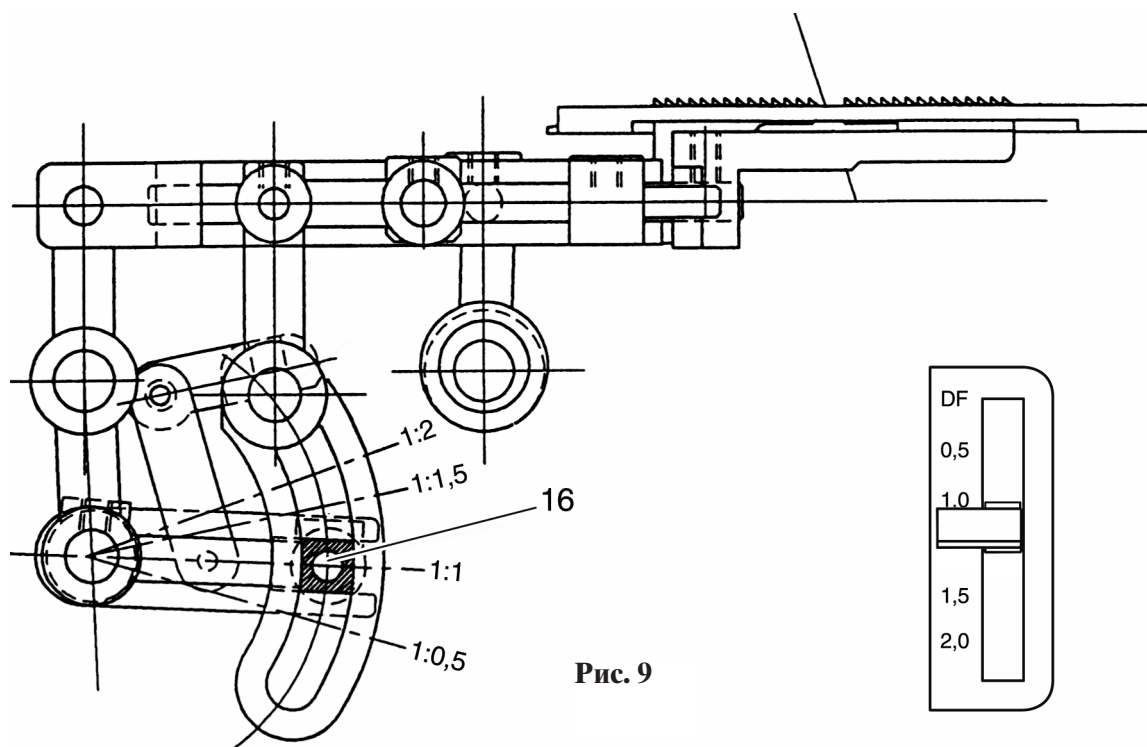

Рис. 9
При длине стежка “4” и при установке дифференциального транспортера на “1” величина подачи обоих транспортеров должна быть одинаковой (рис. 9).
- Измените угловое положение поводка 16 таким образом, чтобы оба транспортера перемещались на одинаковое расстояние (рис. 9).